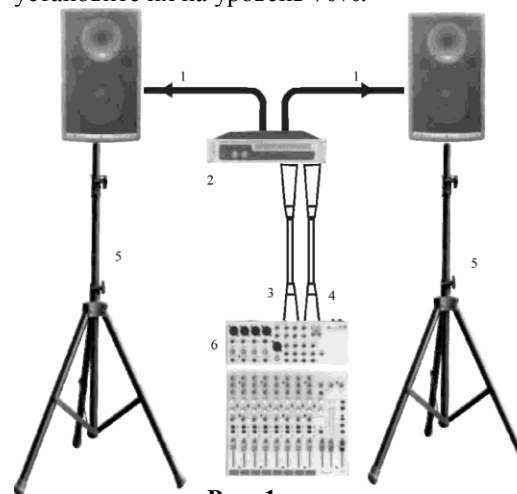

Рис. 1
- 2) Выполните другие соединения согласно показанному на схеме (рис. 1).
Пояснения к рис.1: